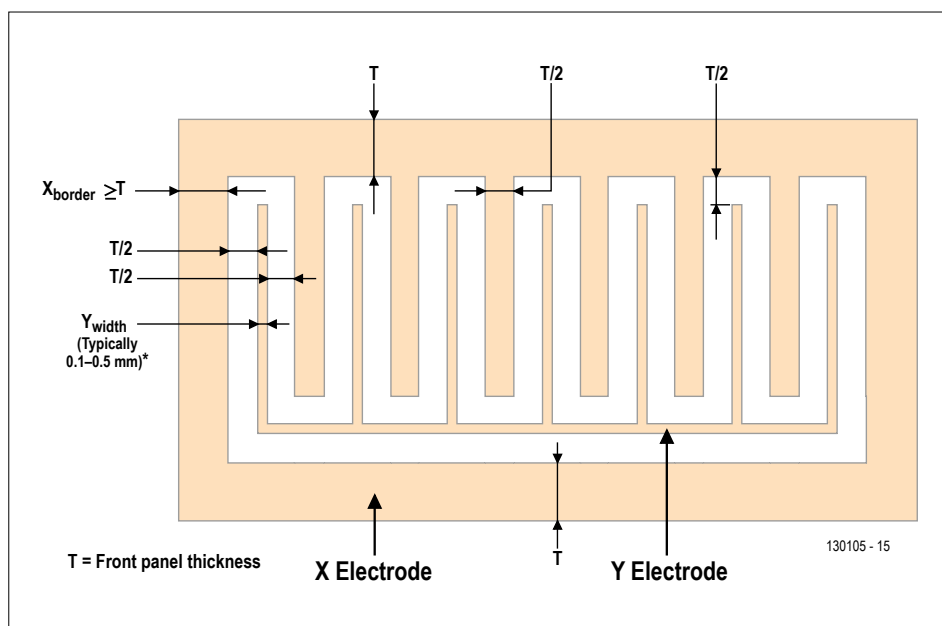

Figure 3. La conception d'un capteur à capacité mutuelle est soumise à certaines contraintes.
Les capteurs à capacité mutuelle comportent une électrode pilote (X) et une électrode réceptrice (Y). Les « doigts » de ces électrodes sont généralement entrelacés afin de maximiser la longueur de couplage. Plus il y a de doigts, meilleur est le rapport signal sur bruit du capteur. L'électrode X entoure habituellement la Y, celle-ci devant être aussi fine que possible et ne pas introduire trop de résistance afin de ne pas agir sur la constante de temps du capteur ; la largeur de l'électrode X dépend principalement de l'épaisseur du matériau recouvrant. Ceci vaut aussi pour la distance entre les électrodes X et Y (**fig. 3**).